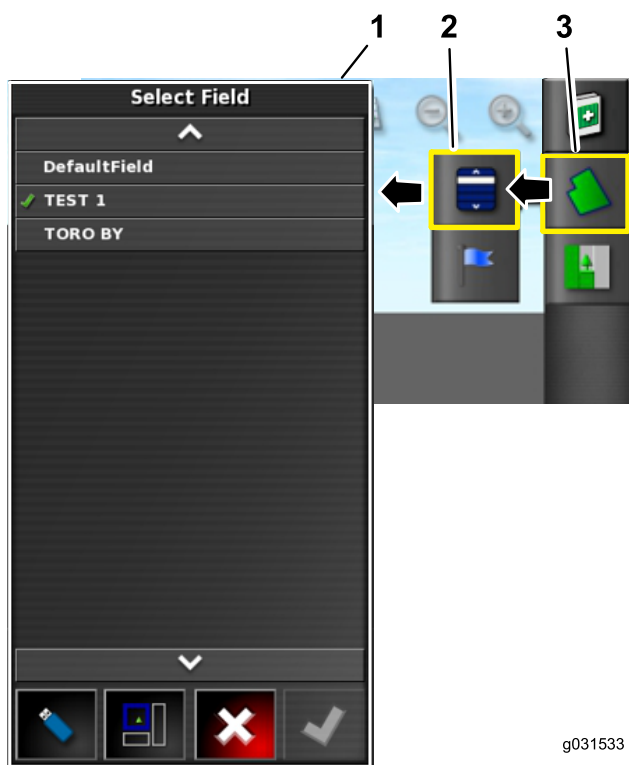

Figura 16
6. Selecione o nome do campo existente (Figura 16).